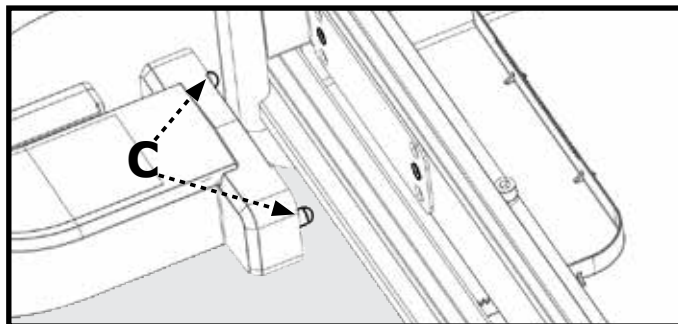

Figure 6
1. Fixez l'ensemble du bras de scie au cadre principal en alignant d'abord les pions (C) de l'ensemble du bras de scie sur les trous du cadre principal, comme illustré à la Figure 6.